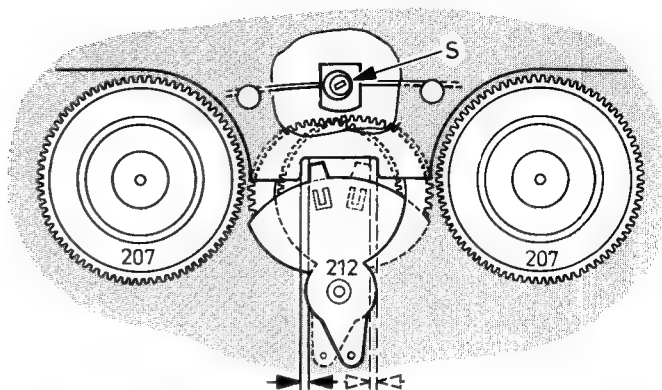

Bild 2-5
- Einen Spion (Fühler) von 0,6 mm zwischen dem Ende der Schwenkplatte und der Oberplatte Pos. 255 (Bild 2-5) halten.
- Die Schwungmasse auf dem Kombimotor Pos. 267 nach links drehen und die Einstellung S (Bild 2-5) nach rechts drehen, bis ein Klicken wahrnehmbar ist. Dann die Einstellung S nach links drehen, bis das Klicken wieder gerade aufhört.